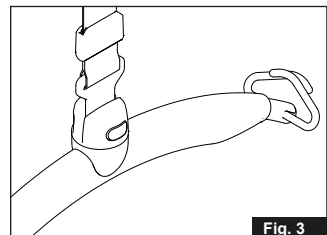

Fig. 3
3. Draai het uiteinde van de riem in verticale positie (fig. 3).